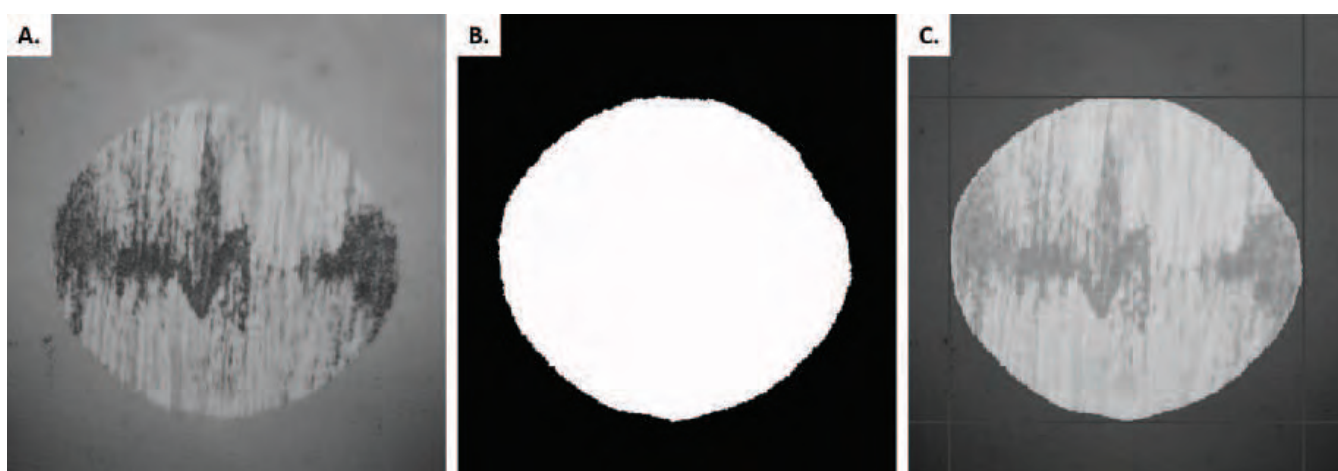

Рис. 4. Цифровой ассистент МООНА позволяет точно спрогнозировать пятно износа испытуемых образцов.
- Автоматическое прогнозирование пятна износа шарика с помощью алгоритма машинного обучения AI (Рис. 4).